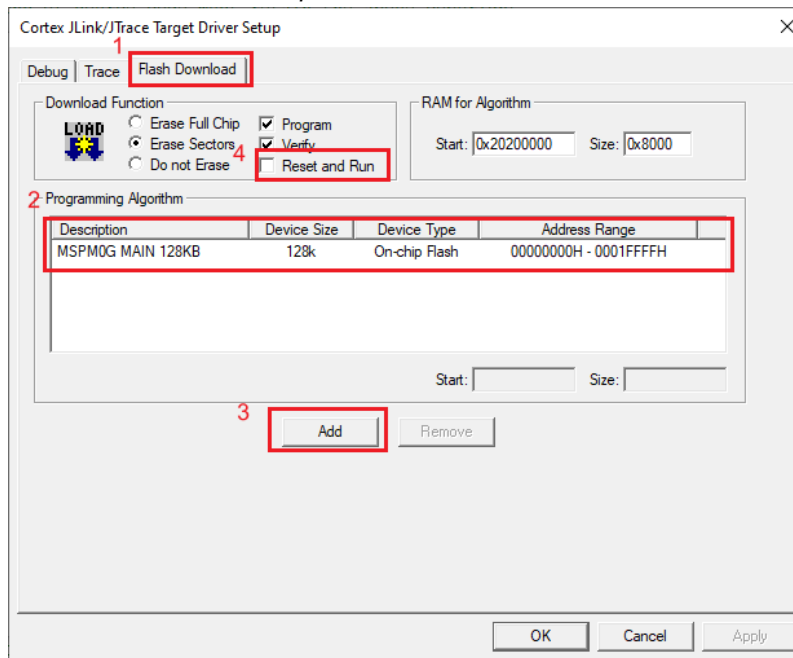

图 3-50. Flash 下载设置
4. 点击 **Flash Download** 选项卡，检查说明是否与图 3-50 匹配。如果不匹配，请点击 **Add** 按钮，然后选择相应的 MSPM0 MAIN 选项。器件类型为 **On-chip Flash**。最后选择 **Reset and Run**。